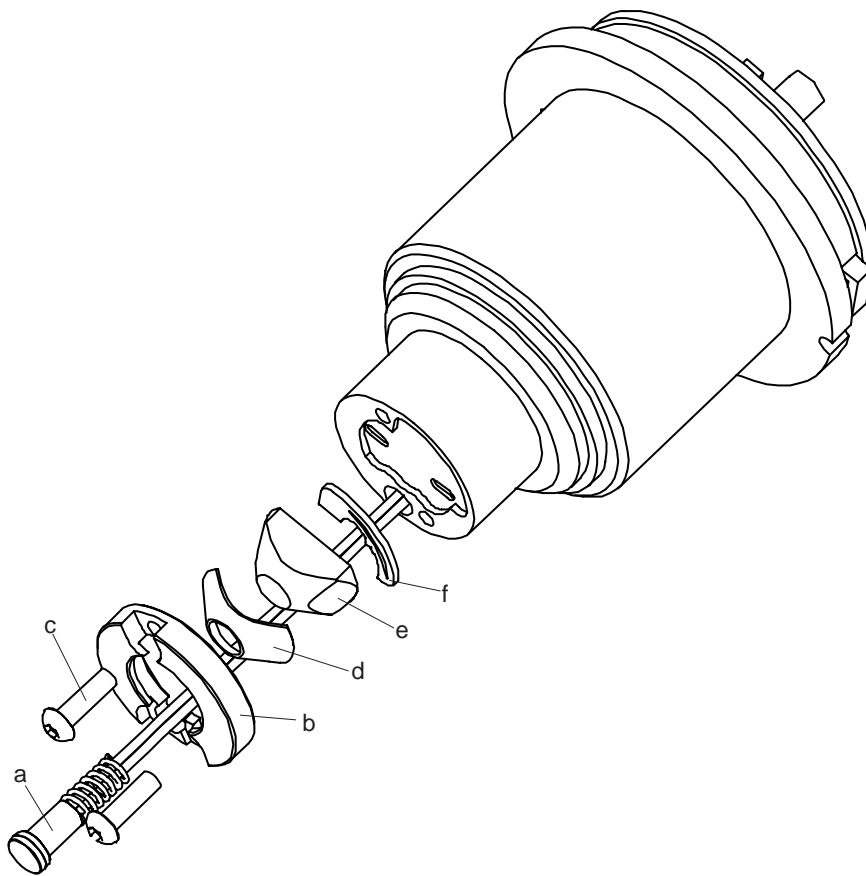

Figura 7.3 Remoção do prisma
6. Retire a mola do disco segurador (N), as duas molas do disco (P) e o condutor térmico (R).
7. Retire o módulo central (S). O módulo não vira por causa do alinhamento do pino (T).
8. Tire o elemento de temperatura mais ou menos um centímetro do módulo central, Figura 7.3.